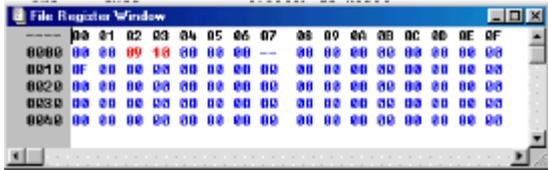

Figura 29.- Listado de registros de propósito general del sistema
1.6.- File Registers : La lista de registros de propósito general (GPR) del microcontrolador, que son de memoria SRAM, se pueden ver seleccionando la opción **Window>File**. Esta ventana al desplegarse presenta una lista con todos los registros de propósito general del dispositivo emulado, tal y como se muestra en la Figura 29.
•*Hex Display*.- Esta opción presenta los registros con datos en hexadecimal, tal y como se ve en la Figura 29.